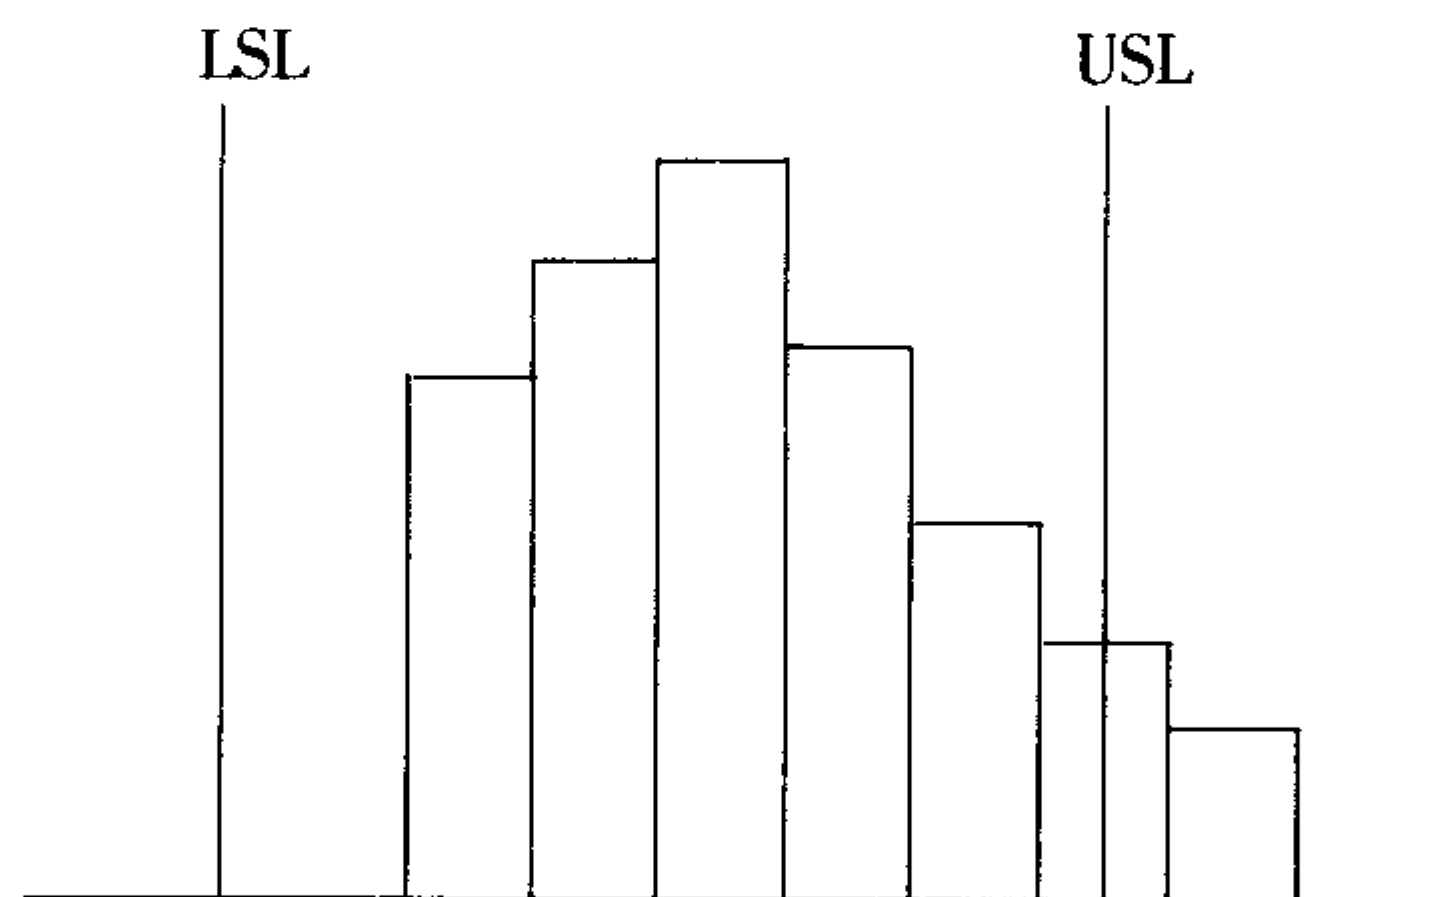

图 6-18
d. 图 6-18 显示过程能力偏右，偏向上限，应对设备、原料加以追查。